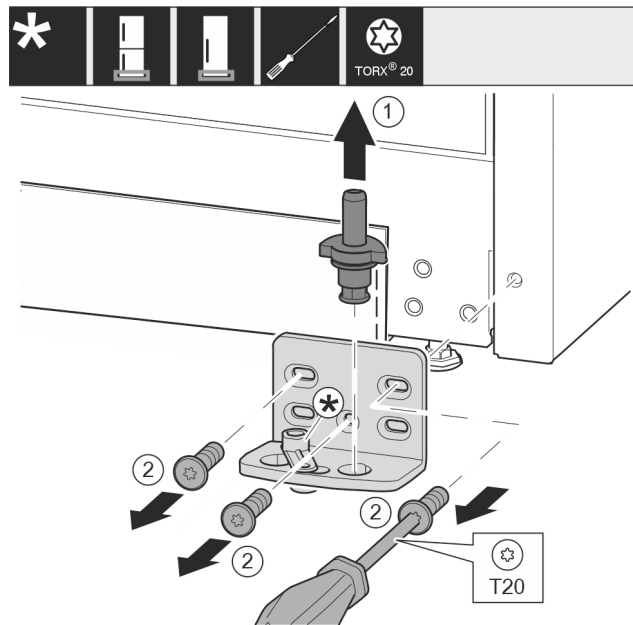

Fig. 42 *
- Lagerbolzen Fig. 42 (1) komplett nach oben herausziehen.*
- Schrauben Fig. 42 (2) mit Schraubendreher herausdrehen und Lagerbock abnehmen.*